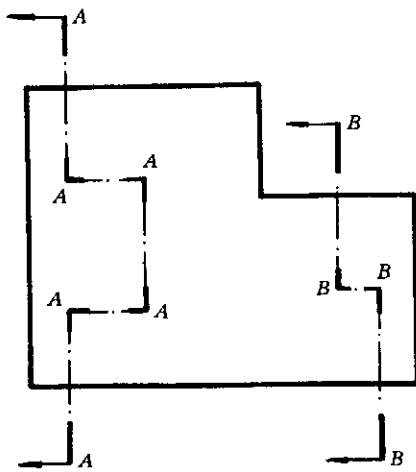
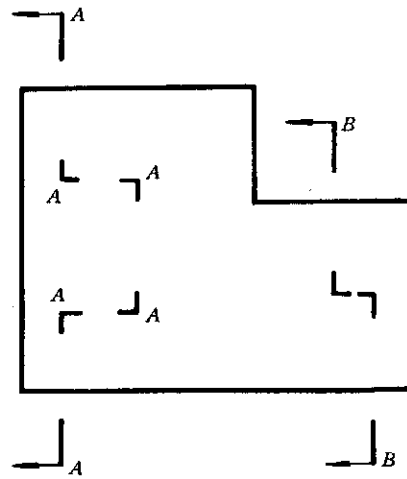

图 10
图 11
8.2 剖切符号、剖切线和字母的组合标注如图 10 所示。剖切线也可省略不画,如图 11 所示。